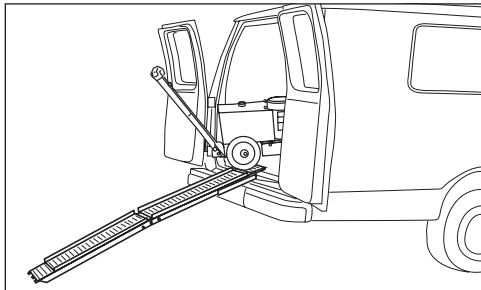

FIG. 2
2. Placer la machine à l'arrière du camion, alignée à la rampe (Figure 2).